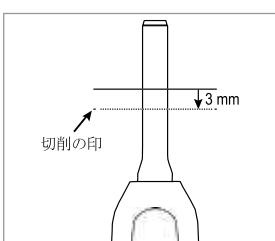

図7
10. ステップ8の印の場所を確認します。そこから測定して3 mm下に切削用の新しい印を付けます(図7)。最初の印を消します。